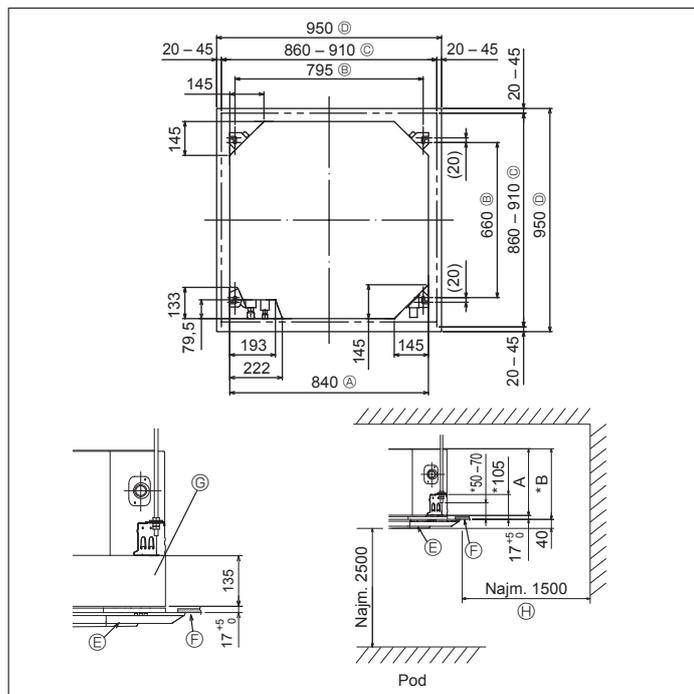

Fig. 3-2
3.2. Stropni otvori i mjesta za ugradnju ovjesnih svornjaka (Fig. 3-2)
* Dimenzije stropnog otvora mogu se namjestiti unutar područja prikazanog na Fig. 3-2; dakle centrirajte glavnu jedinicu na otvor stropa pazeći da odgovarajuće suprotne strane na svim stranama slobodnog prostora između njih postanu jednake.